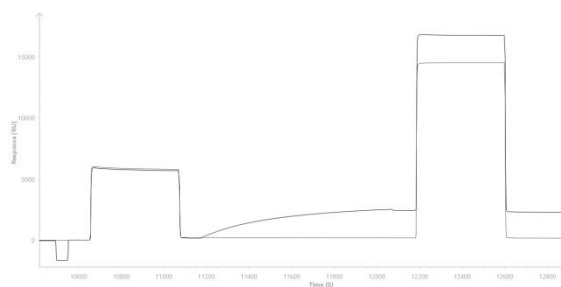

图 2
3. 氨基偶联配体：使用运行缓冲液稀释带组氨酸标签的配体。如图 2，实验流道螯合 Ni²⁺后，实验及参考流道均使用 EDC 与 NHS 活化，实验流道以 10μL/min 流速进样配体，根据所需偶联量调整偶联时间，实验及参考流道均使用 EA 封闭。以 10-30 μL/min 流速进样 350 mM EDTA 60s 洗脱芯片表面的 Ni²⁺。